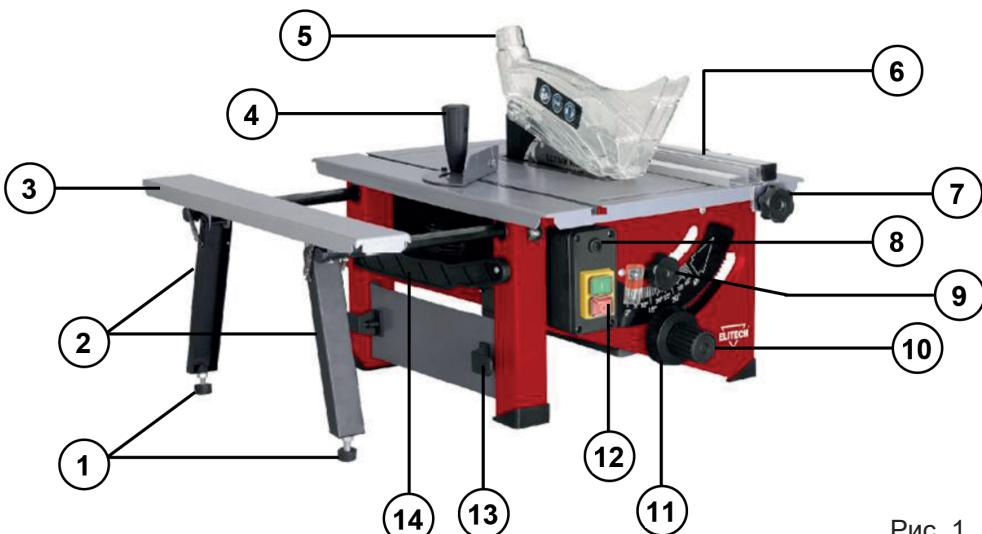

Рис. 1
1. Установите пильный диск в верхнее положение с помощью ручки 10 (Рис. 1).
Вращайте колесо 10 (Рис. 1) против часовой стрелки для увеличения глубины распила, и по часовой для уменьшения.
1. Для выбора нужного угла распила вращайте колесо 11 (Рис. 1), от «0», до 45°
2. Для фиксации положения используйте фиксатор 9 (Рис. 1).
1. Установите параллельную планку на станок и зафиксируйте ее ручками фиксации параллельного упора (рис. 1).
1. Вставьте направляющие стержни в отверстия на раме станка (рис. 1) установите на торцы стержней фиксаторы.
4. Отрегулируйте высоту удлинителя стола регулировочными ножками (рис. 1)
Для включения пилы нажмите зелёную кнопку «I» на выключателе 7 (Рис. 1)
Данная пила оснащена возвратным предохранителем 8 (Рис. 1), расположенной на наружной стороне выключателя. Возвратная кнопка снова запускает двигатель после возникновения перегрузки или отключения напряжения. При непривычной остановке двигателя во время работы, нажмите на красную кнопку «0» для выключения станка, подождите пять минут, пока двигатель не остынет, далее нажмите на возвратную кнопку 8 (Рис. 1), затем нажмите кнопку «I» (Рис. 9), чтобы снова включить станок.